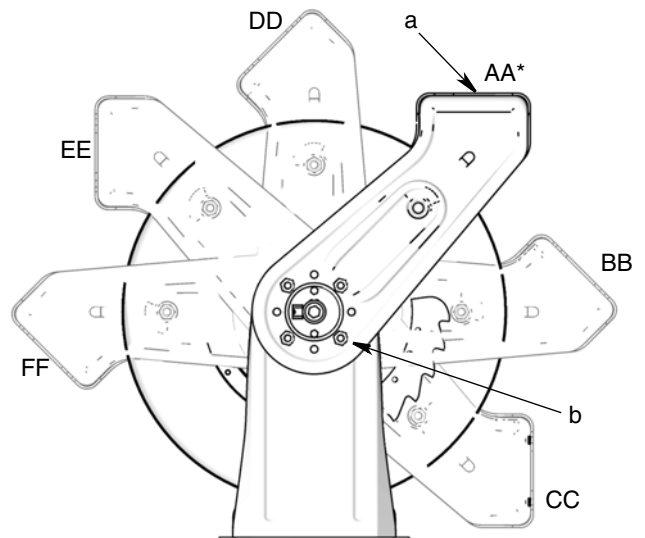

FIG. 3
3. Déterminer la position voulue du bras porte-galets (a) (FIG. 3).
- L'enrouleur de cordon a été assemblé en usine et expédié avec le bras porte-galets (a) en position AA* (FIG. 3). Si cette position correspond à la position voulue, sauter l'étape 4.
4. Pour mettre le bras porte-galets dans une autre position que celle dans laquelle l'enrouleur a été expédié (AA) :